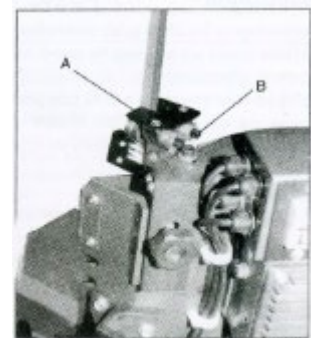

Fig.14
2. Lösen Sie die Sechskantschrauben (A – Abb. 14) und stellen Sie die Kugellager so ein, dass das Lager hinter dem Sägeblatt 0,08 - 0,12 mm von der Rückseite des Sägeblatts entfernt ist.